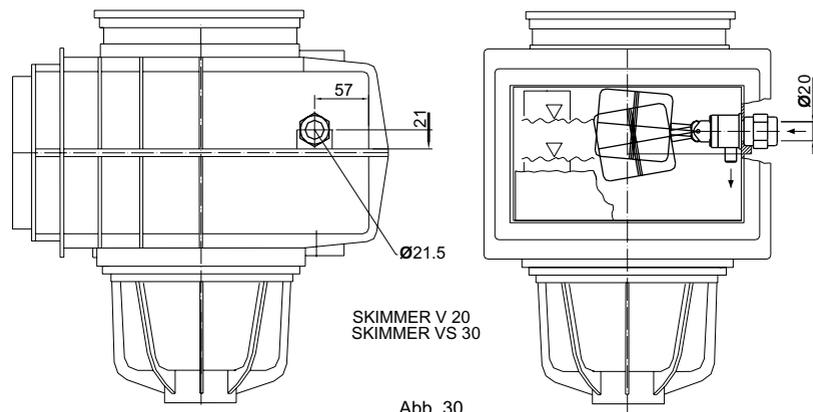

Abb. 30
4.3 Einbau des Mini-Niveau-Ventils (Art. 2021) (Abb. 30)